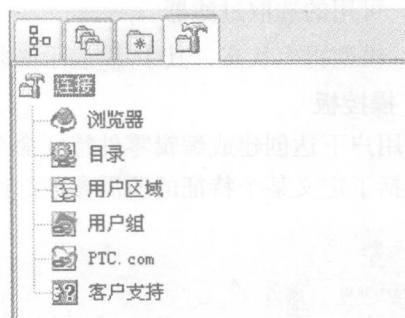

图 1-22 连接选项
(4) 连接 它列出了 Pro/ENGINEER Wildfire 4.0 相关的连接，单击某个项目时，就能打开 Pro/ENGINEER Wildfire 4.0 自带的浏览器，连接到相应的项目或者网址，如图 1-22 所示。